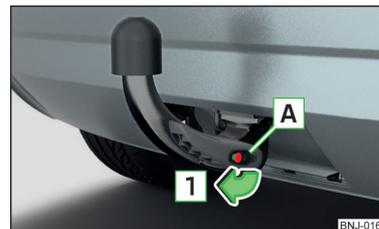

Fig. 158
- Enlevez le cache **A** du verrou dans le sens de la flèche **1** » fig. 158.